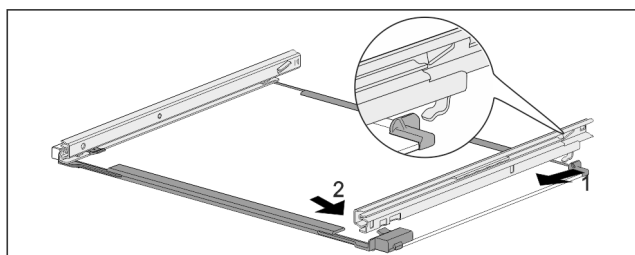

Fig. 206 Стеклянная пластина с направляющими
- ▶ Зацепите направляющую сзади. Fig. 206 (1)
- ▶ Защелкните направляющую спереди. Fig. 206 (2)